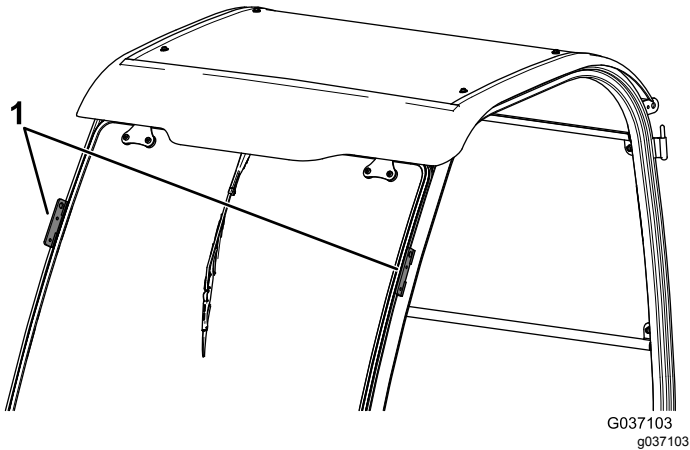

Bild 11
5. Heben Sie den Kabinenrahmen an den Hebestellen hoch und setzen Sie ihn auf die Maschine (Bild 11).